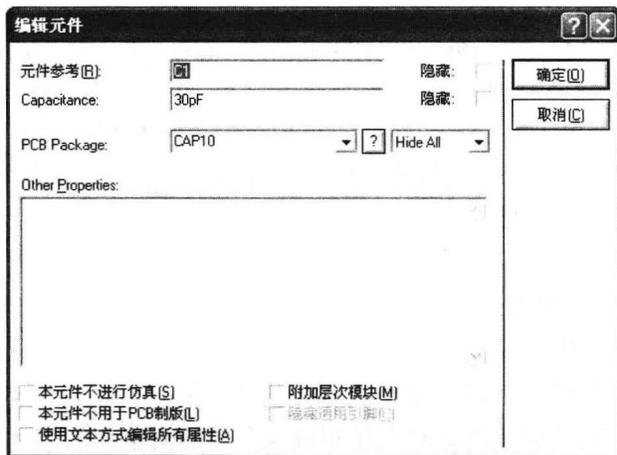

图 1-5 “编辑元件”对话框
(11) 属性设置。先右击后单击元器件电容 C1, 弹出“编辑元件”对话框, 如图 1-5 所示。将电容量改为 30pF, 单击“确定”按钮完成元器件电容 C1 的属性编辑。用同样方法编辑其他元器件属性。